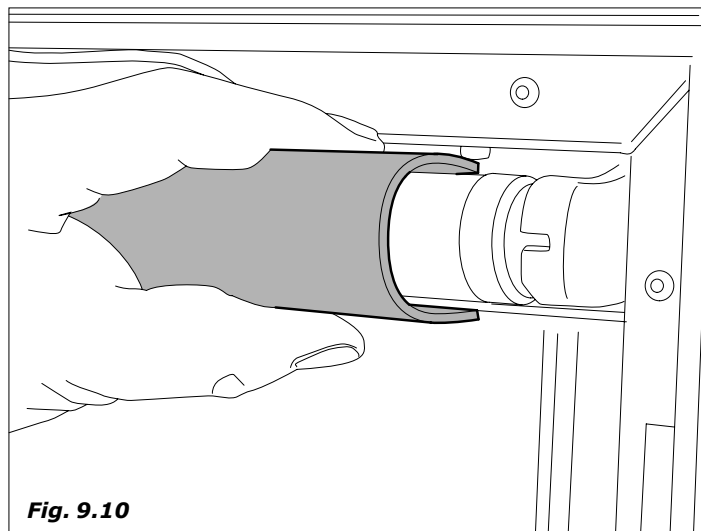

Fig. 9.10
- Togliere la protezione della lampada (Fig. 9.10)